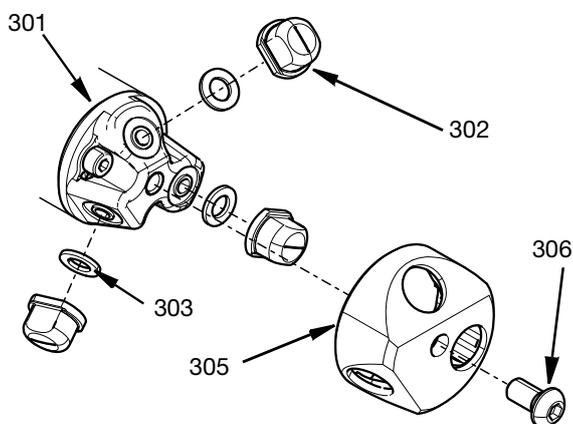

FIG. 4
1. Вставьте три уплотнения сопла (303) в соответствующие выемки головки сопла (301).
2. Сопла (302) нужно вставить в колпачок сопла (305) таким образом, чтобы сопло закрепилось в колпачке сопла.
3. Колпачок сопла с вставленными в него соплами должен быть надежно закреплен на головке сопла (301) винтом с шестигранной головкой М6 (306) по центру колпачка. Момент затяжки: 3,3 Н•м (29,2 дюймофунта). См. FIG. 4.